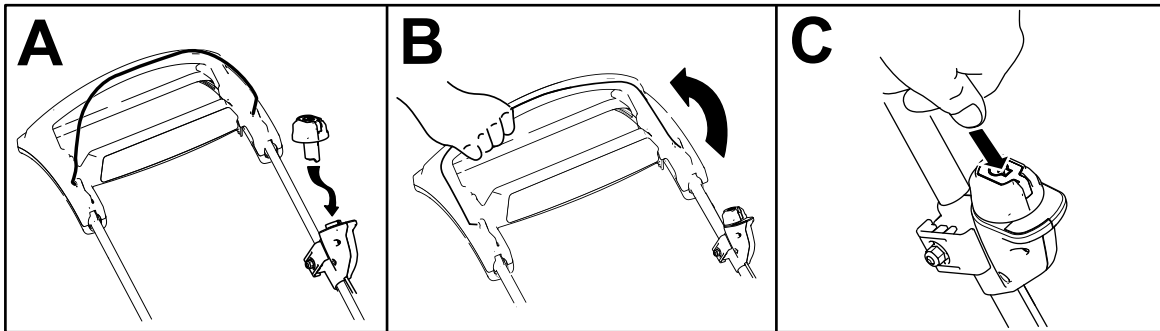

Bild 13
2. Stecken Sie den Elektrostarttaster in den Elektrostartschalter (A in Bild 13).
3. Drücken Sie den Schaltbügel und halten Sie ihn gegen den Holm (B in Bild 13).
4. Halten Sie den Elektrostarttaster gedrückt, bis der Motor startet (C in Bild 13).